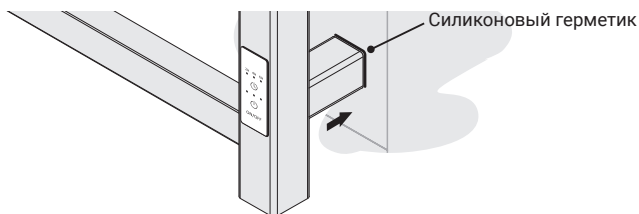

Рис.15
4.3.9. Для повышения степени защиты произвести герметизацию шва силиконовым герметиком с левой и правой стороны по контуру примыкания модуля скрытого подключения и стены (рис. 15).